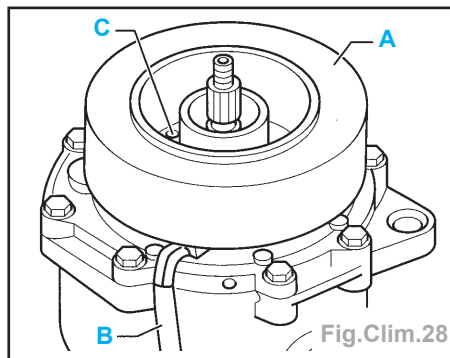

Fig.Clim.28
- Montage (Fig.Clim.28)
- de façon à éviter d'endommager la poulie lors de son démontage, veiller à ce que l'extracteur soit correctement assis sur la rainure (B).
**Montage de la bobine électromagnétique** (Fig.Clim.28).